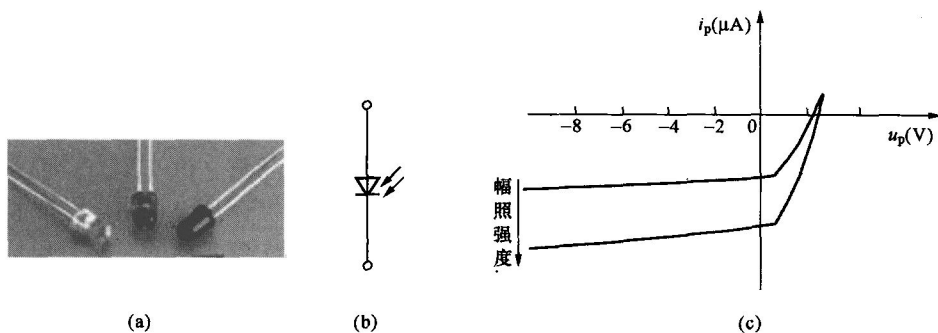

图 1-13 光电二极管、符号及特性
(1) 光电二极管工作原理。光电二极管又称为光敏二极管, 它和普通二极管一样, 具有单向导电性, 它也有一个 PN 结, 与普通二极管不同之处, 是在光电二极管的外壳上有一个透明的窗口, 以接收光线照射, 实现光电转换。如图 1-13 (a) 所示为外观图, 光电二极管符号如图 1-13 (b) 所示。
普通二极管在反向电压作用下, 处于截止状态, 只能流过微弱的反向电流。而光电二极管在设计和制作时, 尽量使 PN 结的面积大一些, 以便接收入射光。光电二极管必须工作在反向偏置状态, 无光照射时, 其反向电流极微弱, 此时电流称为暗电流; 若有光照射时, 则反向电流迅速增大到几十微安, 此时电流称为光电流, 光的强度越大, 反向电流也越大, 即反向电流与光的照度成正比例, 特性曲线如图 1-13 (c) 所示。